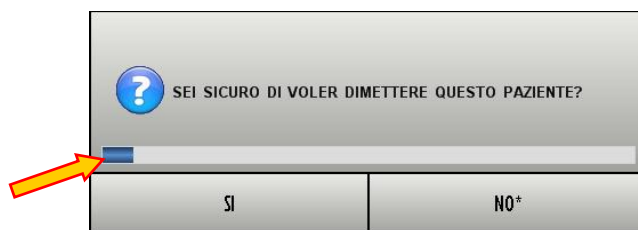

Fig 53 – Finestra a tempo con scelta Sì o No
- 2) Finestra a tempo con scelta doppia (SÌ o NO - Fig 53).
La barra indicata in Fig 53 è un timer che indica per quanto tempo ancora la finestra resterà sullo schermo. La parte colorata della barra si accorcia con lo scorrere del tempo.